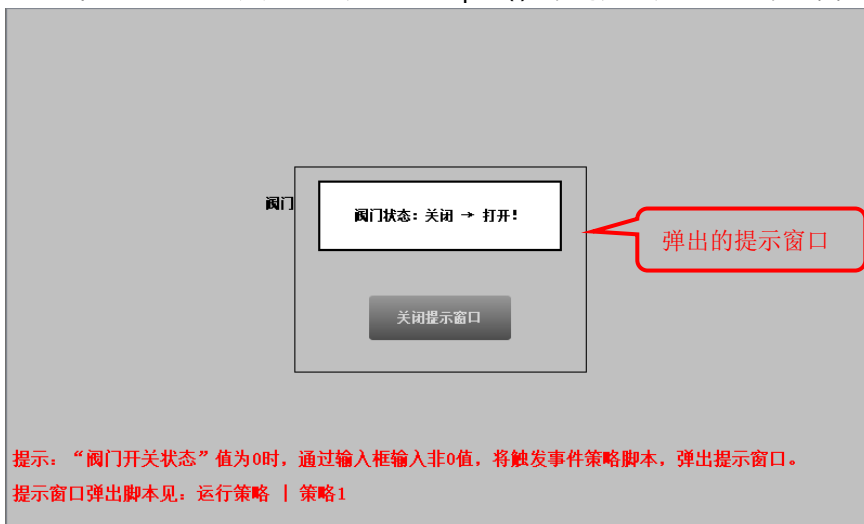

图 2.5-8 提示窗口弹出
- ⑨ 最后在工作台双击启动窗口 窗口0，并在【窗口 0】添加输入框，关联变量【阀门开关状态】(用于工程运行时演示提示窗口弹出效果)，输入框变量关联方法参考进阶篇章 2.2.2。
- ⑩ 完成以上步骤，运行工程，通过【窗口 0】中的输入框将变量“阀门开关状态”先赋值“0”，再赋值为非 0，可触发事件策略“策略 1”中组态的脚本“用户窗口.提示窗口.Open()”，打开【提示窗口】，如图 2.5-8 所示：